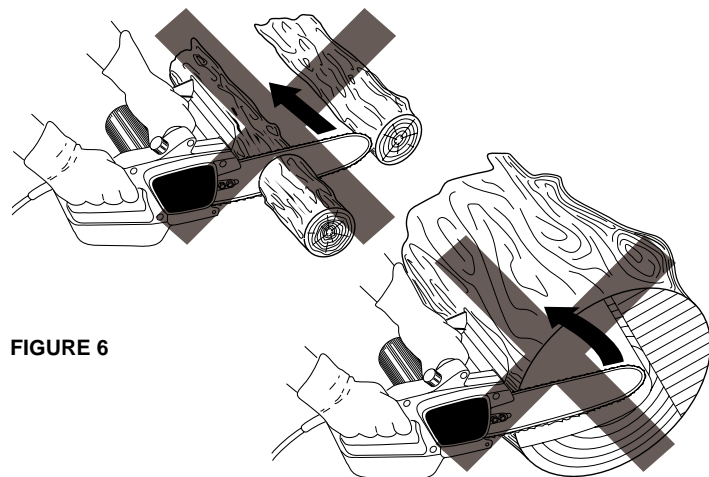

FIGURE 6
- * Un maillon coupant à l'embout du guide heurte le fond de l'entaille de coupe quand le guide est réinséré dans l'entaille (voir figure 6).
3. Toujours savoir où se trouve l'embout du guide-chaîne. **NE PAS** laisser l'embout du guide entrer en contact avec quelque objet que ce soit (voir figure 6).
5. N'utiliser la tronçonneuse qu'à la mesure de ses possibilités. **NE PAS** faire disparaître l'embout du guide (voir figure 6).